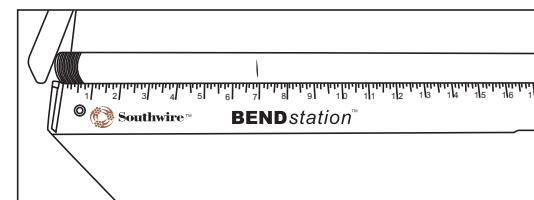
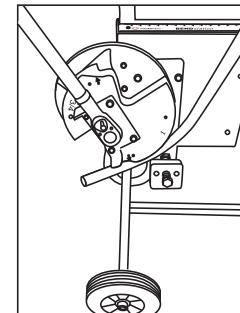

Fig. 1
Fig. 2
- a. Utiliser la règle de 60 po intégrée en posant le conduit au-dessus de la règle, faire glisser le conduit vers le côté extrême gauche et l'appuyer contre la butée du conduit pour le marquer aux longueurs désirées (Fig. 1).
6. Si le cintrage est réalisé sur un conduit de 1 po ou plus, l'utilisation du système de cliquet permettra à l'opérateur d'utiliser le poids de son corps pour augmenter la force de cintrage, tout en fournissant un effort minimal. Pour utiliser ce système, régler la clé à cliquet pour pouvoir placer la poignée de cintrage à un angle de 30 degrés par rapport au sol avant de procéder à l'opération de cintrage. Régler la clé à cliquet (4) de nouveau afin qu'une pression puisse être appliquée sur la tête de la cintreuse par un mouvement descendant.
8. Lorsque le cintrage est terminé, soulever la poignée en position verticale et tourner le conduit vers l'extérieur pour le dégager du sabot (Fig. 2).